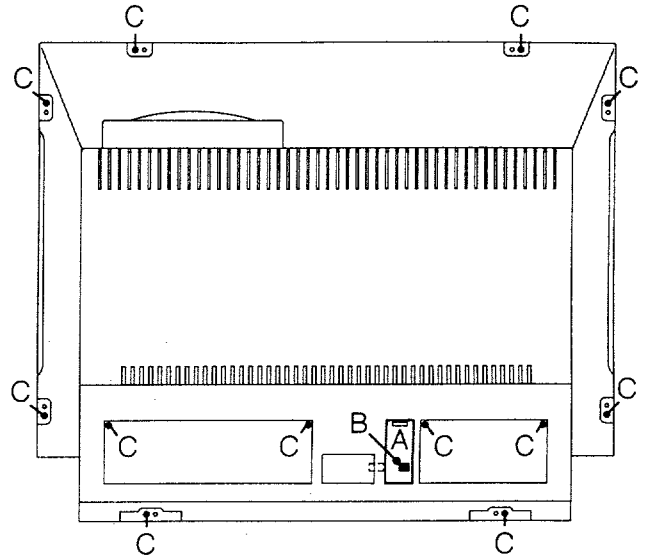

Fig. 4.1
1. Cómo retirar el panel posterior (Fig. 4.1)